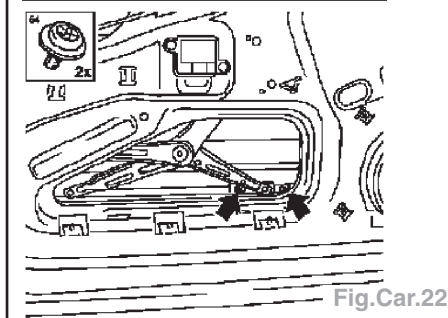

Fig.Car.23
- Relever la vitre afin de la faire basculer et la déposer par le haut de la glissière (Fig.Car.23).